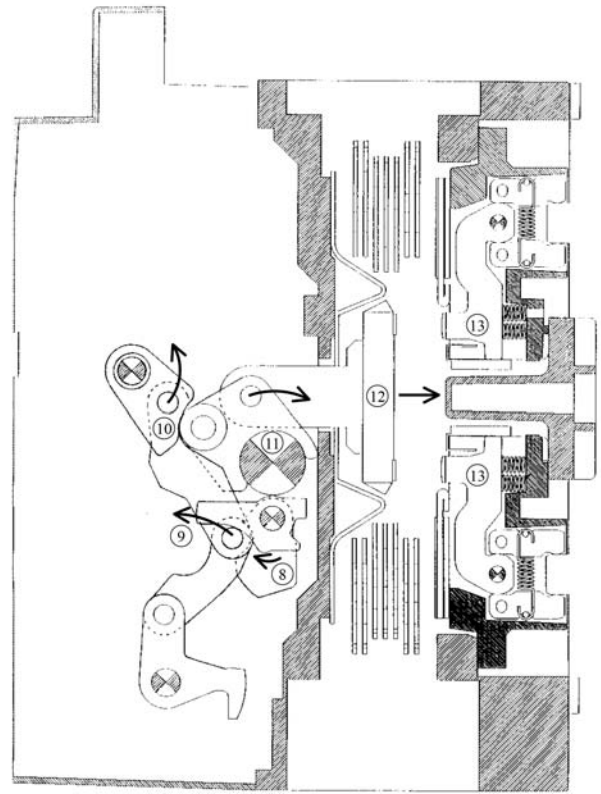
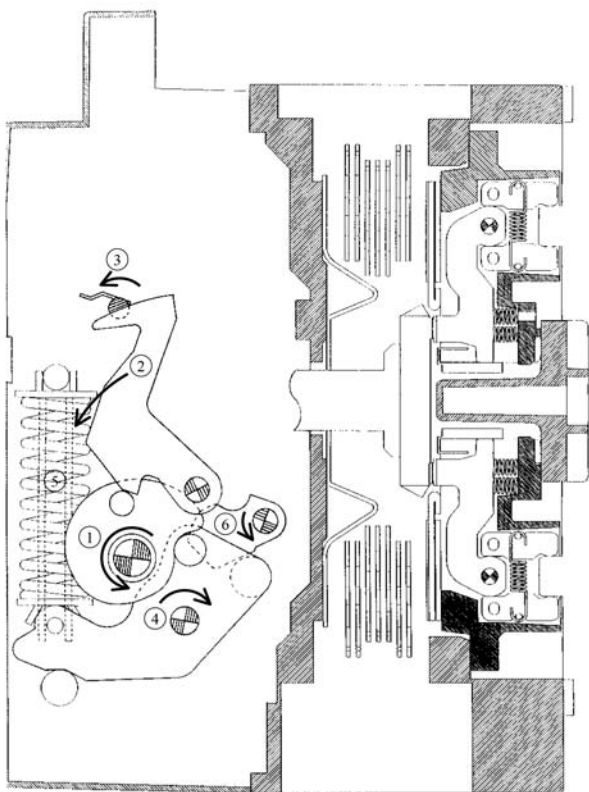

Fig. 25 Movimiento de cierre 2
Fig. 26 Movimiento de carga
Para la operación de cierre manual, el botón ON (1) gira hacia la izquierda. Para la operación de cierre eléctrica, la varilla de empuje (1) sobresale en la parte inferior de la bobina de cierre (LRC) y el disparador de carga (2) gira hacia la derecha. El eje del disparador de cierre (3) gira hacia la derecha y la palanca de cierre (4) se desacopla del trinquete semicircular y gira hacia la derecha. La leva de carga (5) gira hacia la izquierda, de modo que la palanca de carga (7) se desacopla del muelle de cierre (6) y gira hacia la izquierda. La palanca de carga (7) empuja la leva de cierre (8) y gira hacia la derecha. En este momento, cada componente se encuentra en la posición indicada en la Fig. 26. Continúa en la Fig. 25.
Para la operación de apertura manual, el botón OFF (1) gira hacia la izquierda y la articulación de disparo (2) gira hacia la derecha. Para la operación de apertura eléctrica, la varilla de empuje (1') sobresale en la parte inferior del dispositivo de desconexión en derivación (SHT) o del dispositivo de desconexión por mínima tensión (UVT). Para la operación de desconexión por el disparador de sobrecorriente (OCR), el núcleo móvil (1) sobresale en la parte inferior del disparador magnético (MHT) y la articulación de desconexión (2) gira hacia la izquierda. (Las piezas marcadas con un asterisco (*) son pasadores de accionamiento). Para evitar la superposición en la ilustración, las piezas relacionadas con el disparador magnético están dibujadas en una posición diferente a las reales. Esto hace girar el eje del disparador de cierre (3) hacia la izquierda y la palanca de desconexión B (4) se desacopla del trinquete semicircular y gira hacia la izquierda. La palanca de desconexión A (5) gira hacia la izquierda, la articulación de desconexión (6) se mueve hacia abajo y a la derecha y la leva de cierre (7) gira hacia la derecha. La fuerza del muelle de cierre (9) y el muelle de contacto (10) giran la barra transversal (8) hacia la izquierda, de modo que el contacto móvil (10) se aleja del contacto estacionario (12). En este momento, cada componente se encuentra en la posición indicada en la Fig. 25.